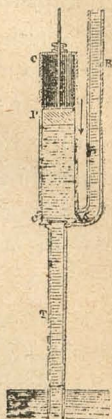

Fig. 64.—Bomba aspirante-impelente
4. **Bomba aspirante-impelente.** — La bomba que aspira el agua y la impele en seguida en un cañón se llama *aspirante-impelente*. Está formada (fig. 64) por un cuerpo de bomba *c c'* provisto de un pistón macizo *P*, y comunicando por su parte inferior, mediante dos válvulas *s* y *s'*, con dos tubos, uno *T* llamado *tubo de aspiración*, el otro *R* llamado *tubo de ascensión*